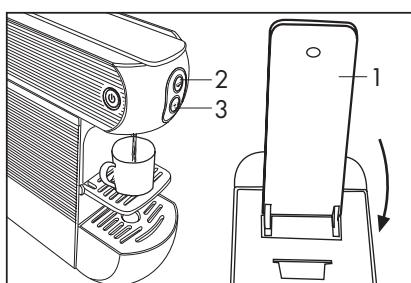

Fig. 10
- Refermer complètement le levier (1), presser la touche de distribution (2) et la presser de nouveau pour arrêter la distribution quand la quantité de boisson souhaitée est sortie (**Fig. 10**). En cas de difficultés de fermeture, rouvrir complètement le levier et refermer.
- Durant la distribution la touche de distribution (2) clignote et s'éteint quand la distribution s'arrête.
- Pour préparer un grand café presser la touche (2) et après avoir préparé le café expresso et fait sortir la capsule vide, distribuer la quantité d'eau chaude souhaitée.
- Pour extraire la capsule, soulever lentement le levier (1).